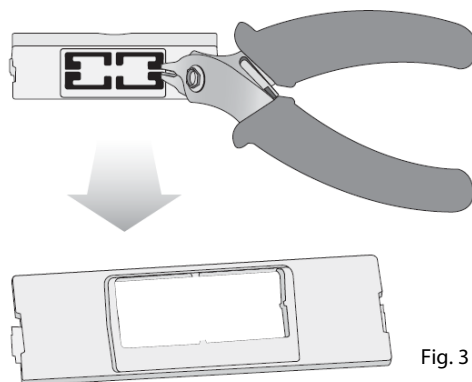

Fig. 3
2. Con un tronchesino, eliminare dallo sportellino la parte plastica prefratturata, ottenendo il foro corrispondente all'uscita del connettore a 2 vie (vedi Fig. 3);
2. Use cutting nippers to remove the pre-cut plastic part from the cover, opening the hole required for the output of the 2-pin connector (see Fig. 3);